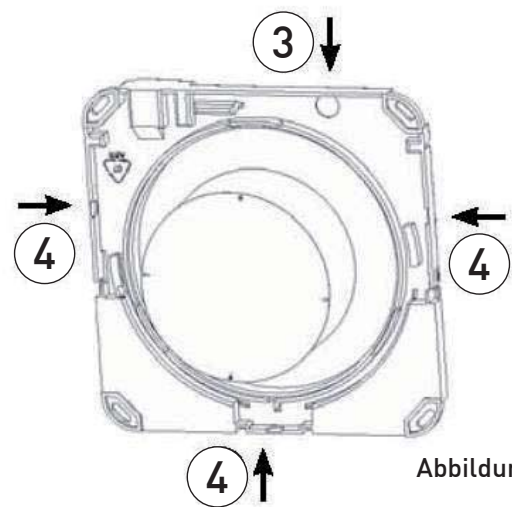

Abbildung 9
2. Brechen Sie die für das Legen von Verbindungen vorgesehene Blende auf [3], im Falle von offen liegenden äußeren Verbindungen, brechen Sie die dafür vorgesehenen Blenden auf dem Motorträger und auf dem Deckel [4] auf (Abbildung 9).